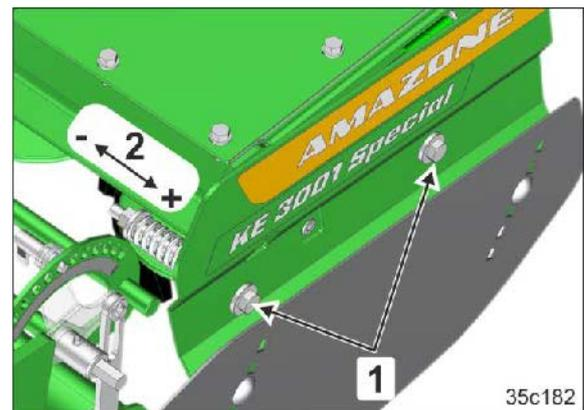

图 111
通过旋转两个锁紧螺母（图 111/2）张紧弹簧
- 对重硬度土壤作业时提高（图 111/2+），
- 在秸秆下翻耕时降低（图 111/2-）。